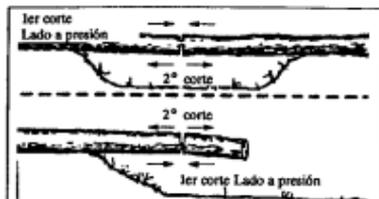

Figura 22
- Preste especial atención a los troncos que estén bajo presión para evitar que se strape la sierra. Efectúe el primer corte en el lado a presión para relevar el esfuerzo en el tronco. Figura 22.